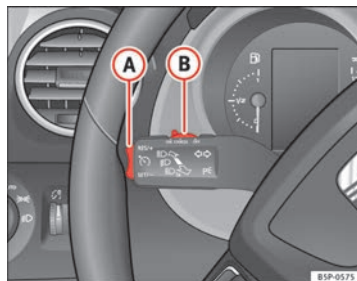

Abb. 153 Blinker- und Fernlichthebel: Schalter und Wippe für die Geschwindigkeitsregelanlage
- Drücken Sie den unteren Teil der Wippe **SET/-** → Abb. 153 (A) einmal kurz, wenn die zu speichernde Geschwindigkeit erreicht worden ist.